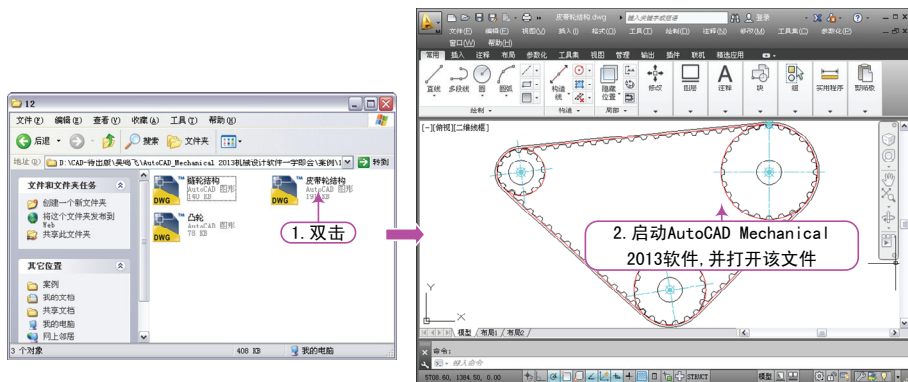

图 1-6 启动 AutoCAD Mechanical 2013 并打开文件
- 4) 双击由 AutoCAD Mechanical 2013 所设计的图形文件（其扩展名为.dwg 文件），也可启动 AutoCAD Mechanical 2013 软件。当然，在启动软件的同时也会打开该文件，如图 1-6 所示。